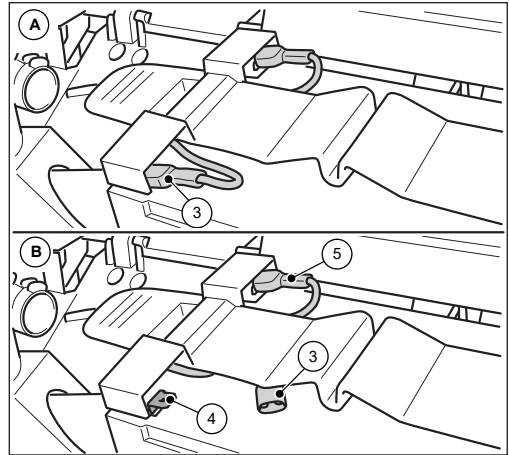

Abb. 24: Akku-Anschlussleitung abklemmen
3. Ziehen Sie die blaue Akku-Anschlussleitung (3) von der Stecklasche (4) des Akkus ab.
- » Stellen Sie dabei sicher, dass die blaue Akku-Anschlussleitung (3) nicht durch äußere Einflüsse, wie z. B. Bewegung des Gerätes einen ungewollten Kontakt zur Stecklasche (4) herstellen kann (siehe Abb. 24 Bild B).
- » Die rote Akku-Anschlussleitung (5) bleibt angeschlossen.
4. Schließen Sie die Haube (2) und verriegeln Sie diese über die Laschen (1).